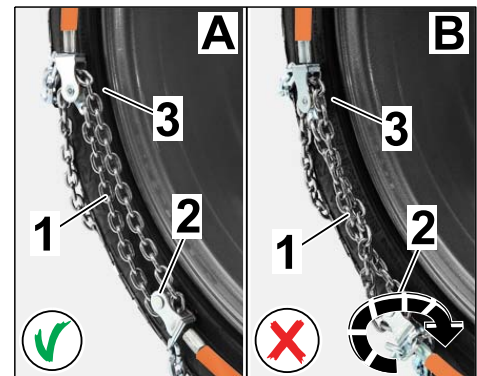

Bild 8
2.2.2 Prüfen, ob die Spannkette an Spannort und Umlenkrolle (Ende Federstahlbügel auf der Rad-Innenseite) parallel (⇒ Bild 8-A-) zueinander läuft und **NICHT** verdreht (⇒ Bild 8-B-) ist.
Umlenkrolle Federstahlbügel gegebenenfalls drehen (⇒ Bild 8-Pfeil-).